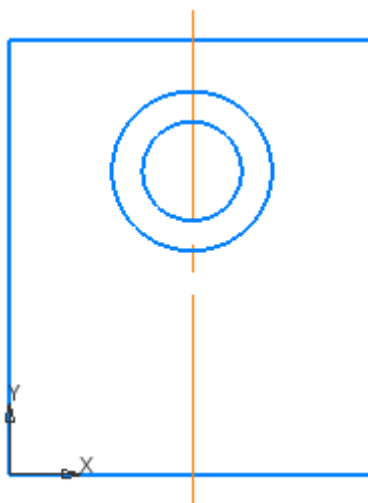

Рисунок 4
- В этой же точке (12; 20) постройте окружность диаметром 10,5, выполнив такие же действия. (рисунок 4)